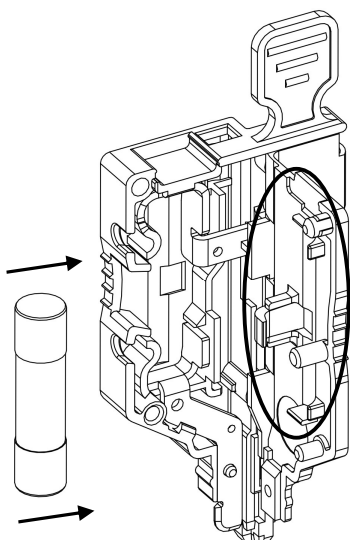
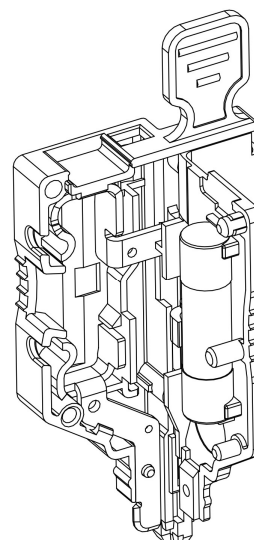

Рисунок 47 – установка защитного предохранителя размером 5x20 мм в паз держателя
Рисунок 48 – защитный предохранитель размером 5x20 мм, установленный в паз держателя
- Установите защитный предохранитель размером 5x20 мм в паз держателя, расположенный на крышке (рис. 47; рис. 48).